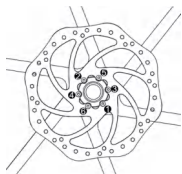
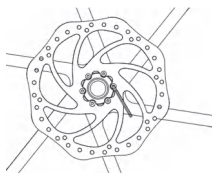
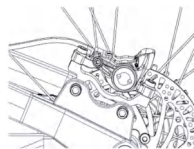
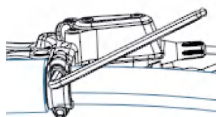

Figura 2-1 Sequenza di serraggio del disco e delle viti di fissaggio del disco
Figura 2-2 Serrare le viti di fissaggio del disco con una chiave esagonale da 3 mm
Figura 2-3 Direzione di assemblaggio del disco
Figura 2-4 Metodo di installazione della maniglia del disco
- ① Installare il disco sul mozzo, assicurandosi che il segno sul disco sia rivolto verso l'esterno (la direzione di rotazione della ruota sia coerente con la direzione della freccia del disco), quindi serrare parzialmente le viti di fissaggio del disco. Capitolo 7 Altre note Per garantire la planarità del disco, le viti del disco devono essere serrate alternativamente in posizioni relative.
- ② Indossare guanti protettivi, applicare una certa forza al disco in senso orario e serrare le viti di fissaggio del disco in ordine diagonale (come mostrato nella Figura 2-1 e nella Figura 2-2).
- ③ Coppia di serraggio della vite di fissaggio del disco 60 kgf-cm (55 lb-in)
- ① Installare il supporto di conversione del freno a disco anteriore/posteriore sul foro della vite di supporto (come mostrato nella Figura 2-3).
- ② Allentare le viti di fissaggio del corpo della pinza del disco per mettere il corpo della pinza del disco in uno stato di regolazione fine, quindi installare la sede di conversione sul telaio.
- ① Fissare prima la maniglia del disco.
- ② Serrare una vite fino a metà, quindi serrare l'altra vite e infine rimettere la vite originale per serrarla (come mostrato nella Figura 2-4).
- ③ Coppia di bloccaggio della leva del freno a disco = 60~80 kgf-cm (52~69 lb-in)
- ④ Afferrare la maniglia della pinza del disco per mantenerla premuta e stringere le viti di fissaggio del corpo della pinza del disco mentre il blocco del freno preme il disco.
- ⑤ Tirare più volte la leva del freno a disco per verificare se l'azione frenante è normale e se vi sono perdite di olio.
- ⑥ Coppia di serraggio della vite di fissaggio del sedile di conversione = 70~90kgf-cm